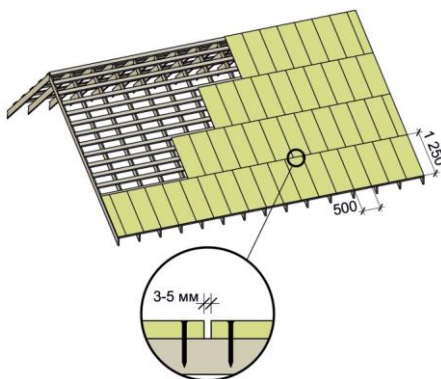

Рис. 5 Укладка сплошного основания из плит ОСП 3 или фанеры ФСФ по обрешётке.
- 3.1.3 Плиты необходимо разрезать и крепить вразбежку, как показано на рис.5.